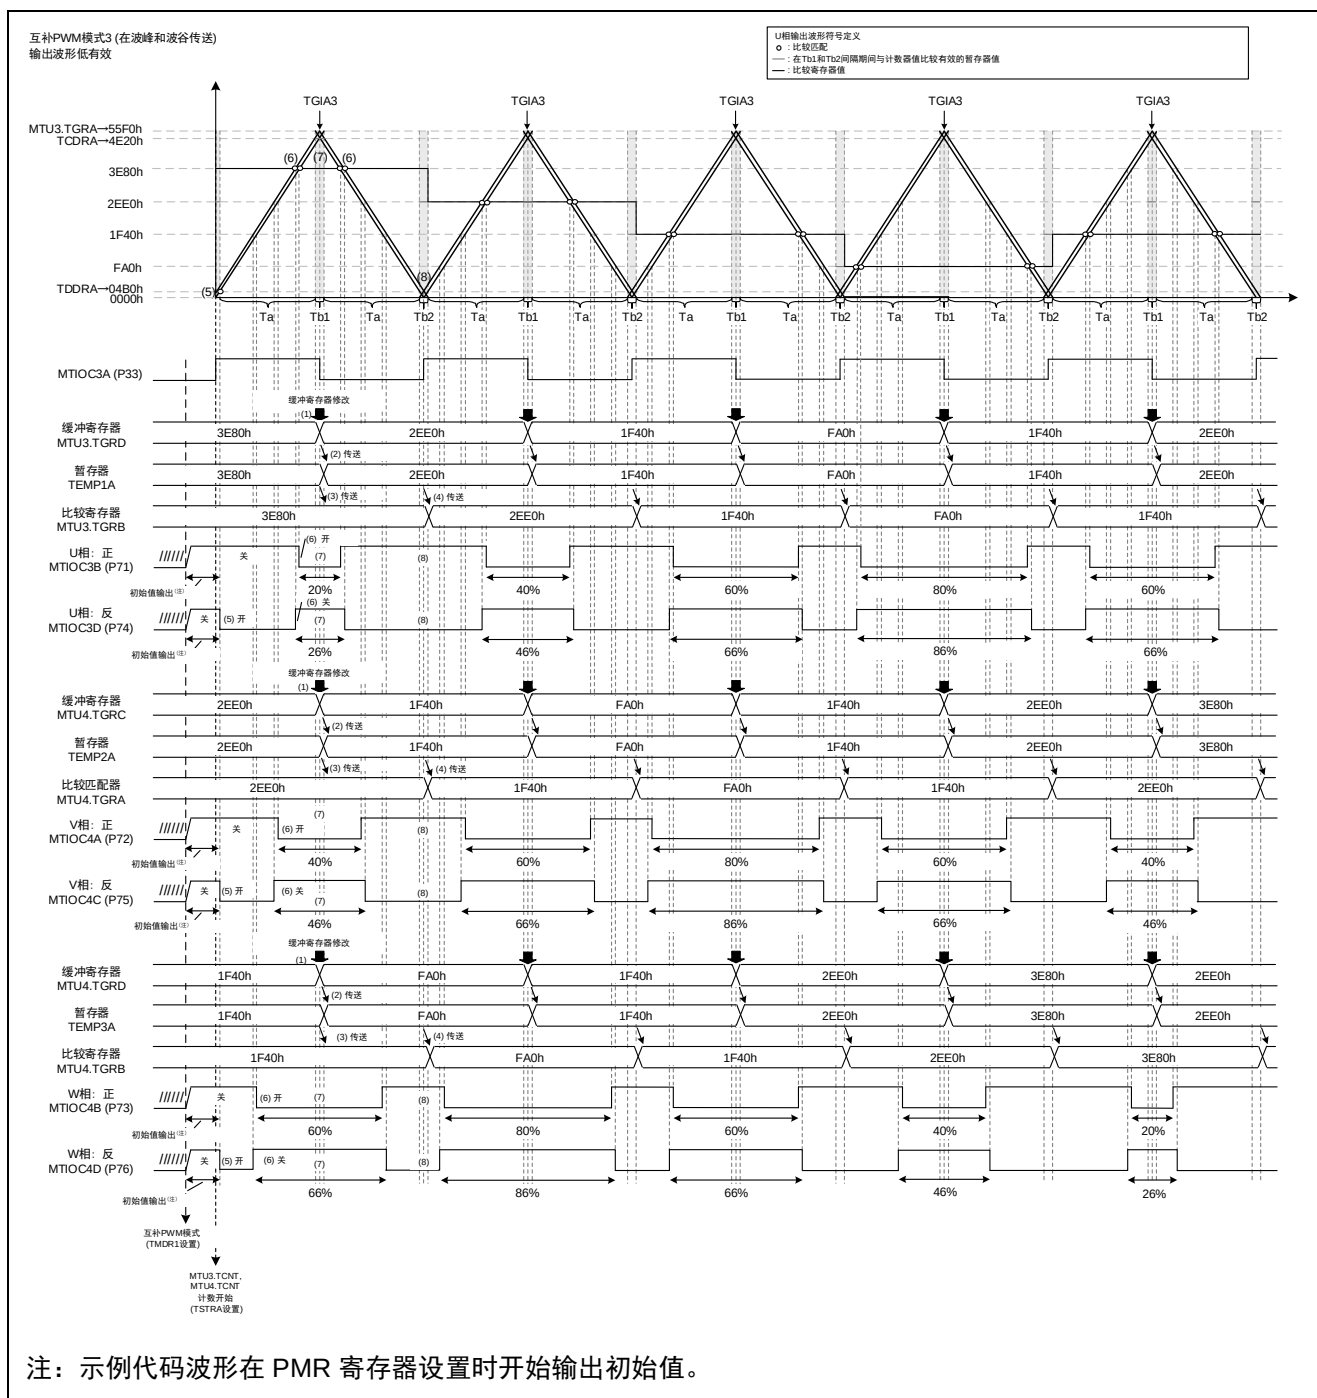

图 3.62 示例代码运行
— 有关缓冲寄存器初始值的详细信息，请参考图 3.62
— 关于占空比改变的时间的详细信息，请参考图 3.62
示例代码的运行如图 3.62 所示。通过在设置为 MTU3.TCNT 上限值的 MTU3.TGRA 寄存器的比较匹配中断 (TGIA3) 处修改缓冲寄存器 (MTU3.TGRD, MTU4.TGRC 和 MTU4.TGRD) 的值, 可以在每个周期改变占空比的设置 (图 3.62 中 (1))。
在缓冲寄存器修改结束时写入 MTU4.TGRD 可以使能从缓冲寄存器到暂寄存器的数据传送。当在 Ta 间隔内写入 MTU4.TGRD 时, 写入缓冲寄存器的数据立即传送到暂寄存器, 但是在本示例代码中, MTU4.TGRD 是在 Tb1 间隔内写入, 因此在 Tb1 间隔结束后数据会传送到暂寄存器 (图 3.62 中 (2))。
由于此示例代码使用互补 PWM 模式 3 进行波峰波谷传送, 比较寄存器通过在 Tb1 间隔结束时 (图 3.62 中 (3)) 和 Tb2 间隔结束时 (图 3.62 中 (4)) 从暂寄存器传送来更新数据。
根据 TOCR2A 的 OLS1P, OLS1N, OLS2P, OLS2N, OLS3P 和 OLS3N 位的设置, 正相和反相的输出初始值均为 OFF。在 MTU3.TMDR1 中设置互补 PWM 模式后, 输出继续直到 MTU4.TCNT 大于 TDDRA 寄存器的值 (图 3.62 中 (5))。
1. Ta 间隔内发生比较寄存器和计数器寄存器之间的比较匹配, 反相输出 OFF, 然后正相输出 ON (图 3.62 中 (6))。
2. Tb1 间隔内使能比较寄存器和暂寄存器, 但是因为与计数器寄存器的比较匹配没有发生, 波形不会改变 (图 3.62 中 (7))。
3. Tb2 间隔内使能比较寄存器和暂寄存器, 但是因为与计数器寄存器的比较匹配没有发生, 波形不会改变 (图 3.62 中 (8))。